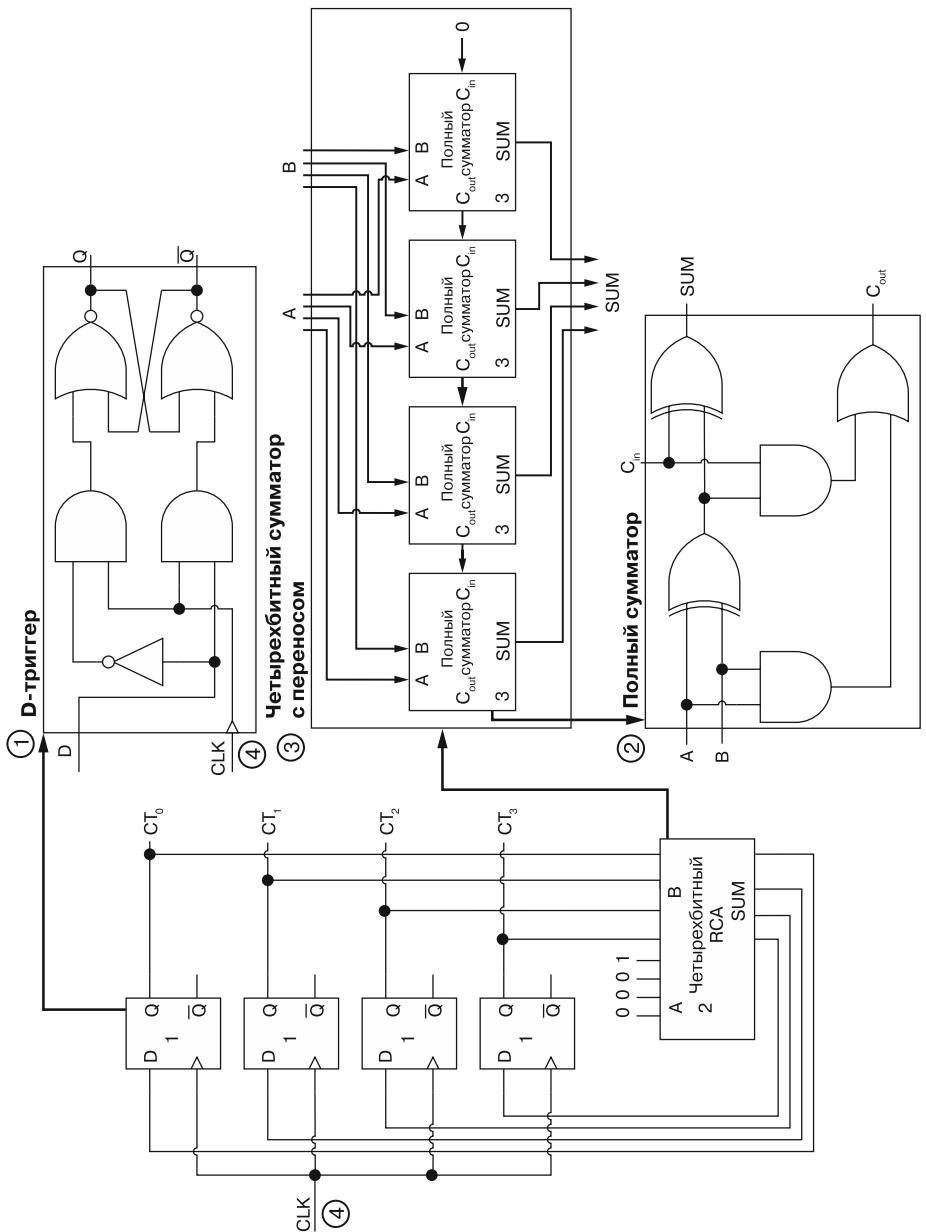

Рис. 5.1. Схема, которая увеличивает счетчик каждый такт
На рис. 5.1 показан пример четырехбитного счетчика: регистр состоит из четырехбитного регистра (четыре D-триггера ①) и четырехбитного сумматора с переносом ② (состоящего из четырех полных сумматоров ③). В устойчивом состоянии до тактового сигнала выход регистра подается на RCA, который добавляет к нему число 1 и подает результат этого добавления на вход регистра. Когда тикает сигнал ④, регистр фиксирует этот вход, и выход регистра изменяется. Этот измененный вывод подается на RCA для расчета следующего значения счетчика и т. д.